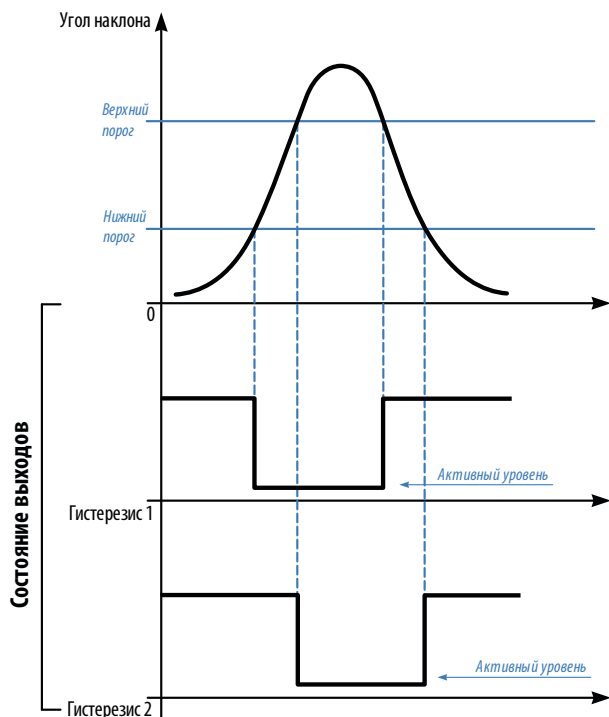
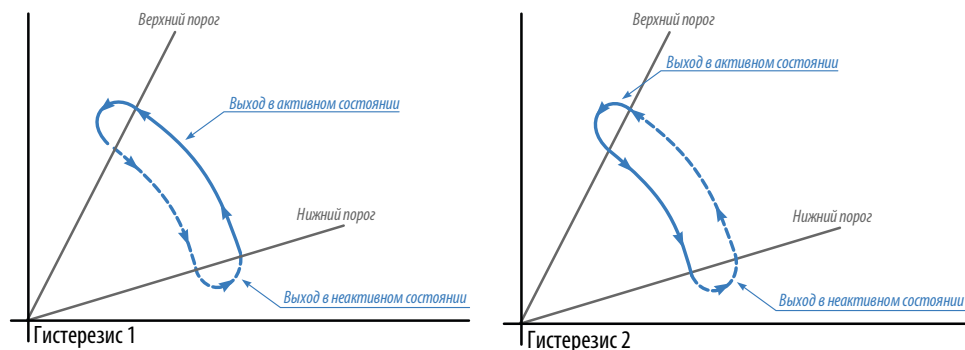

Рис.9. Диаграммы работы выходов в режимах Гистерезис 1 и Гистерезис 2.
Рис.10. Порядок переключения выходов в режимах Гистерезис 1 и Гистерезис 2.
**Гистерезис 1.** В данном режиме выход датчика находится в активном состоянии, если угол наклона превысил нижний порог. Активное состояние сохраняется до тех пор, пока угол наклона не превысит верхний порог, а затем обратно не уменьшится ниже верхнего порога (Рис.9), т.е. активное состояние выхода сохраняется в течение следующего цикла изменения угла наклона: угол больше нижнего порога → угол больше верхнего порога → угол меньше верхнего порога (Рис.10).
Активное состояние выхода сохраняется до тех пор, пока угол наклона не станет меньше нижнего порога (Рис.9), т.е. активное состояние выхода сохраняется в течение следующего цикла изменения угла наклона: угол больше верхней границы → угол меньше верхней границы → угол меньше нижней границы (Рис.10).